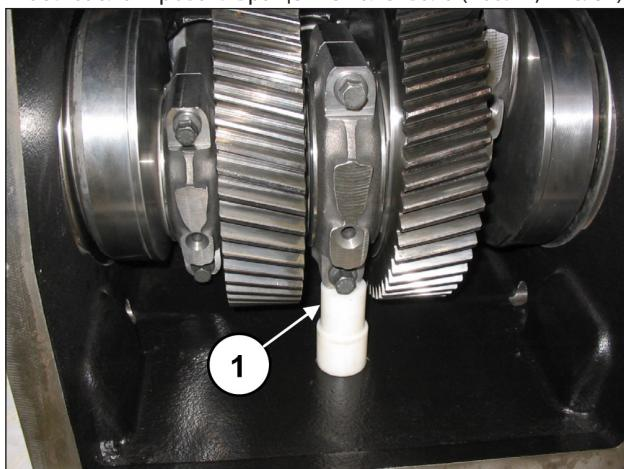

Рис. 84
Вставьте подставку под стержень центрального шатуна, чтобы заблокировать вращение коленвала (поз. ①, Рис. 84).